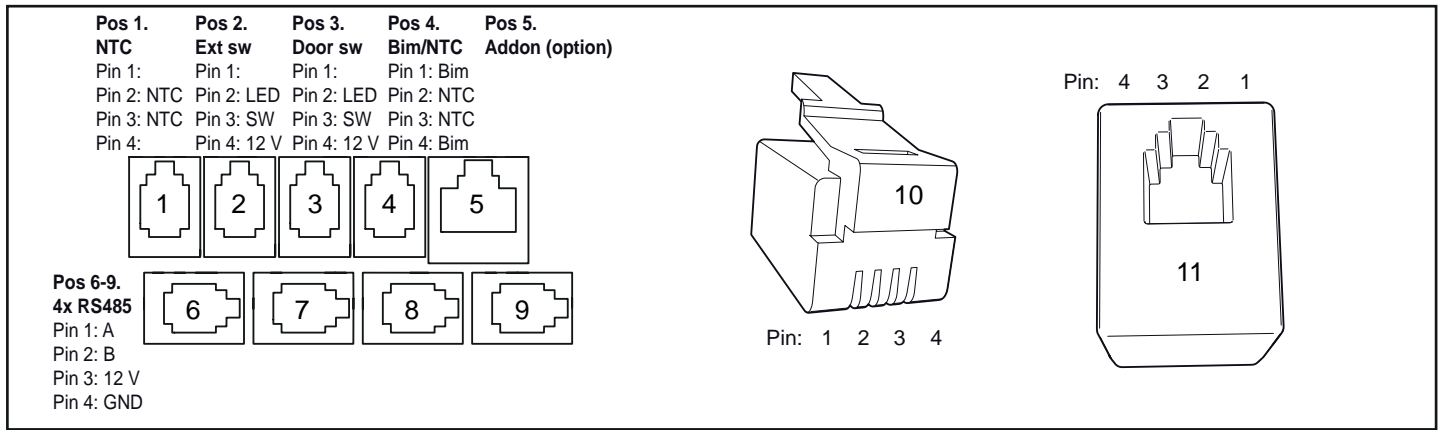

Abbildung 19: Modularkontakte, Beschreibung (Pos. 1-4 und 6-9: RJ10, Pos. 5: RJ45)
1. Modularstecker (RJ10, siehe Abb. 19)